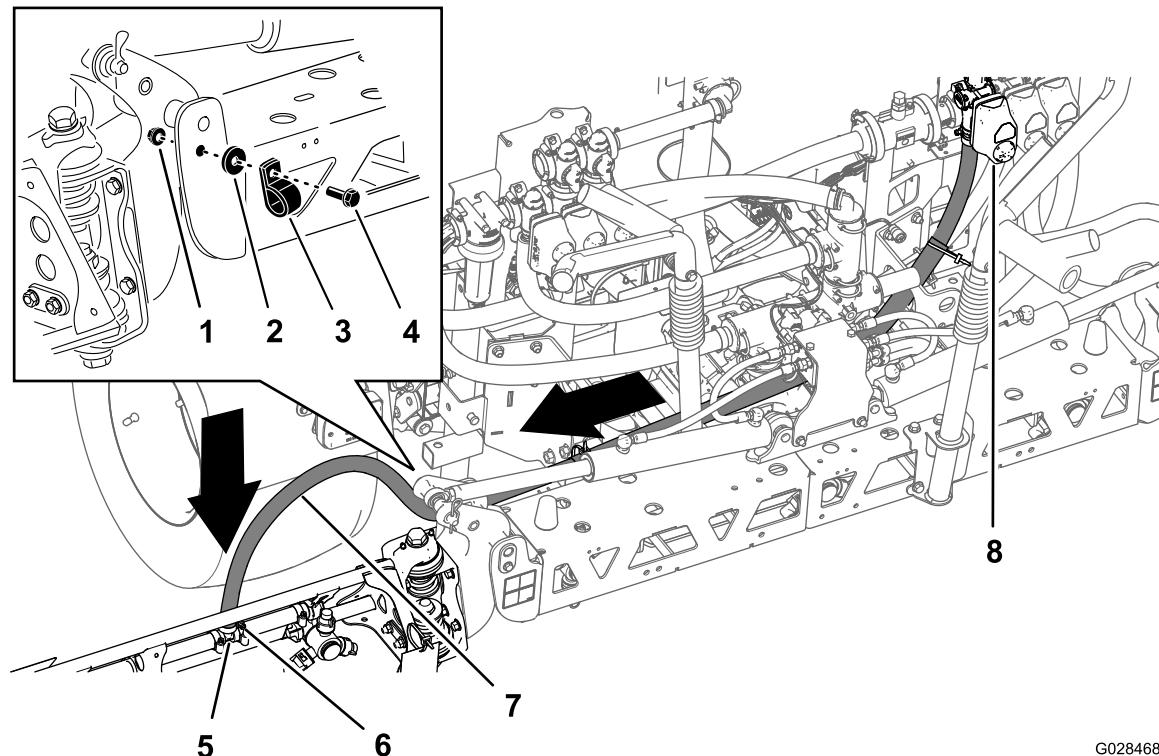
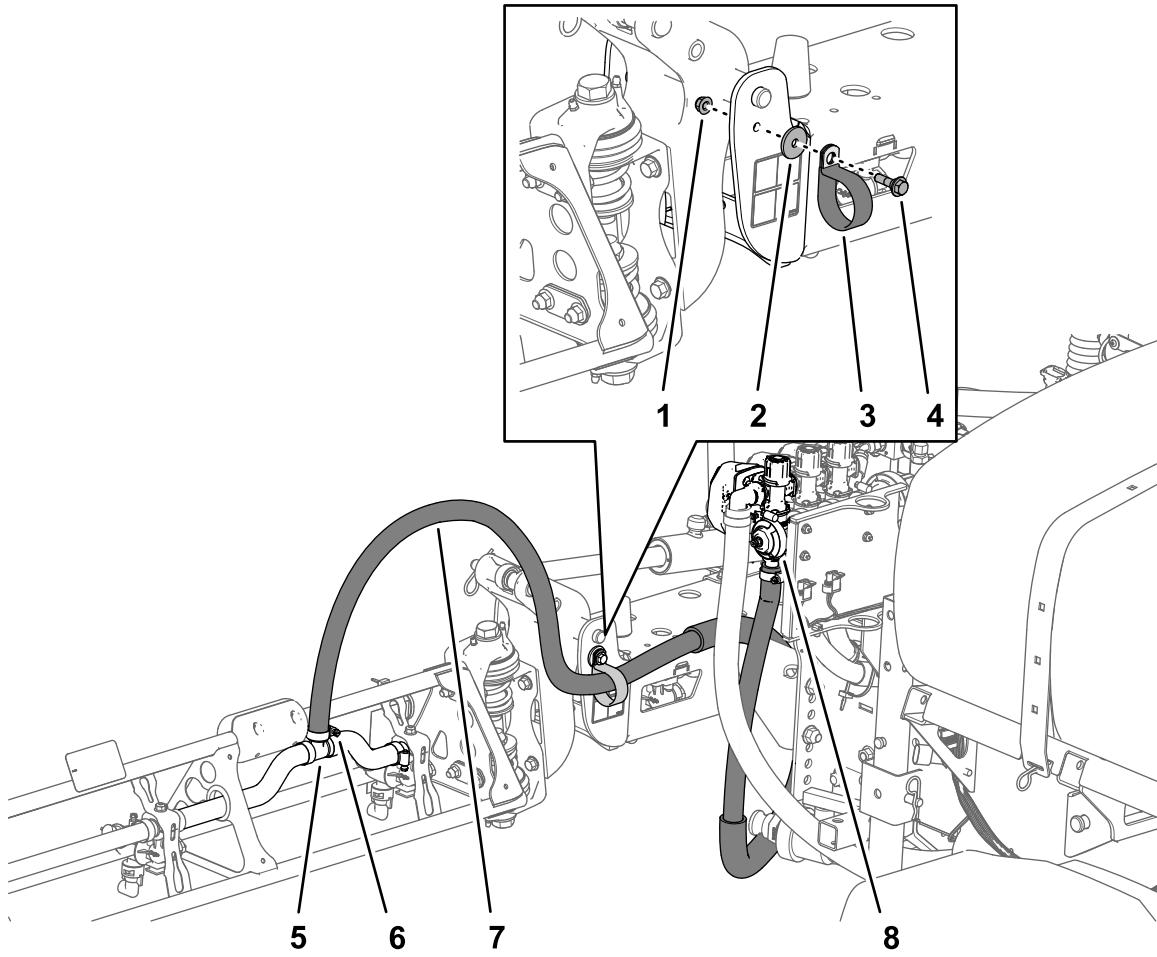

Figura 40
Figura 41
1. Oriente as tubagens das secções das rampas como indicado na Figura 40 e na Figura 41.
2. Prenda os tubos da rampa ao lado da frente da secção da rampa central (Figura 40 e Figura 41) com um grampo em R, um parafuso com olhal (5/16 pol. x 1 pol.), uma porca de bloqueio (5/16 pol.) e uma anilha (5/16 pol.).
3. Instale o tubo da secção da rampa sobre a união em T na secção da rampa e prenda o tubo com uma braçadeira de tubos (Figura 40 e Figura 41).